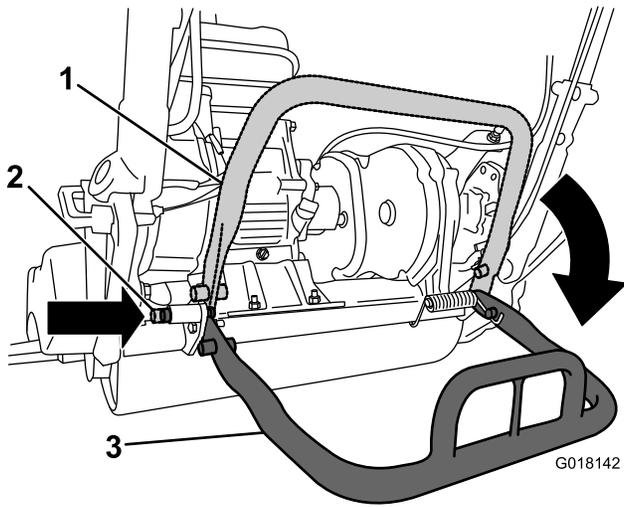

図 24
- リールを外している間にマシンが後ろに倒れないように、キックスタンドを下げて、ロッキングピンを差し込んでキックスタンドを整備位置にロックします 図 24。